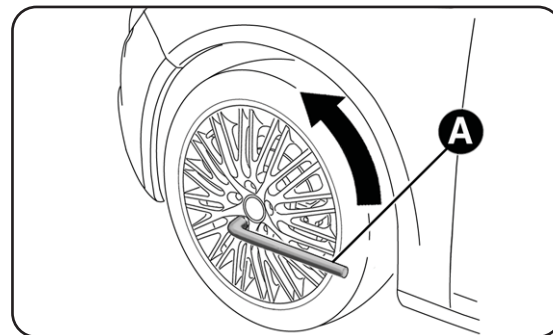
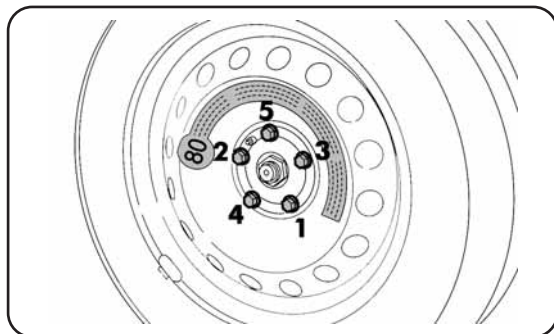

fig. 115
fig. 118
- avec la clé A-fig. 115, desserrer d'environ un tour les boulons de fixation. Pour les versions dotées de jantes en alliage, secouer la voiture pour faciliter le détachement de la jante du moyeu de roue.
- avec la clé A-fig. 115, serrer à fond les boulons de fixation ;
- en se servant de la clé A-fig. 115, visser à fond les boulons, en passant alternativement d'un boulon à un autre diamétralement opposé, suivant l'ordre numérique illustré sur la fig. 118 ;
- visser les boulons de fixation avec la clé A-fig. 115 ;
- à l'aide de la clé A-fig. 115, visser à fond les boulons en suivant l'ordre illustré (fig. 118).